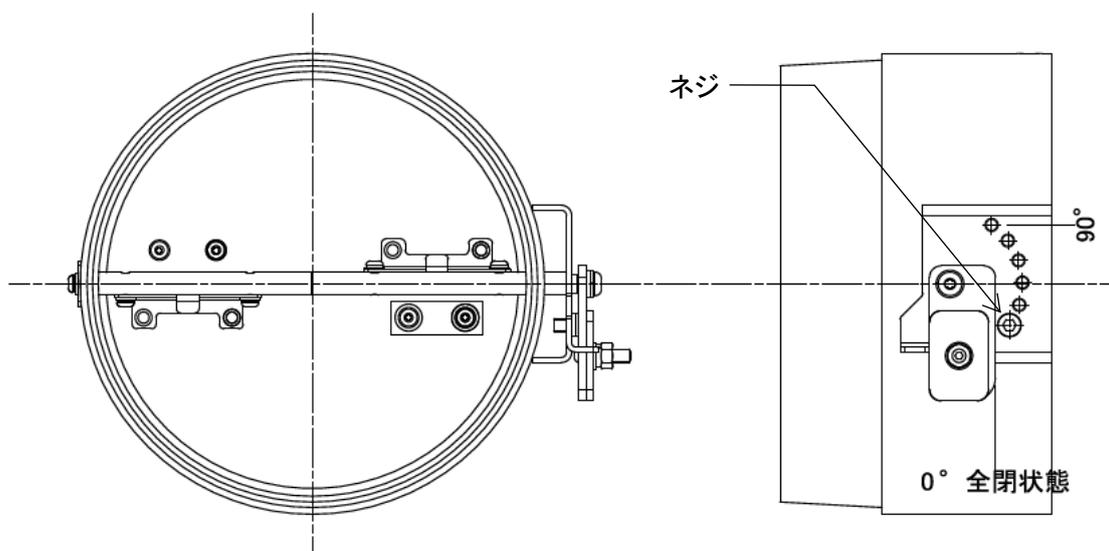

図 9-13
### 9.3.9 風量調整ダンパー (図 9-13)
- ・ ダンパーの調整角度 (図 9-13) は、調整角度が  $0^{\circ}$  の時に全閉状態、 $90^{\circ}$  の時に全開状態になります。